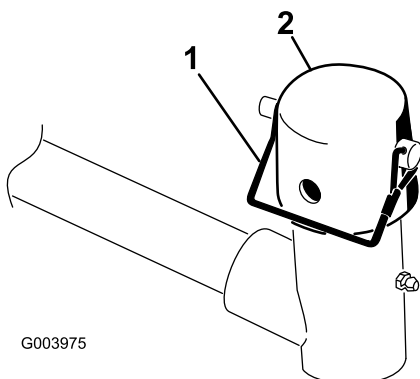

Figure 9
7. Retirez la goupille à fermoir et le capuchon de la chape de pivot du bras de relevage (Figure 9).
11. Fixez le capuchon et l'arbre du bâti porteur à la chape du bras de relevage avec la goupille à fermoir (Figure 9).